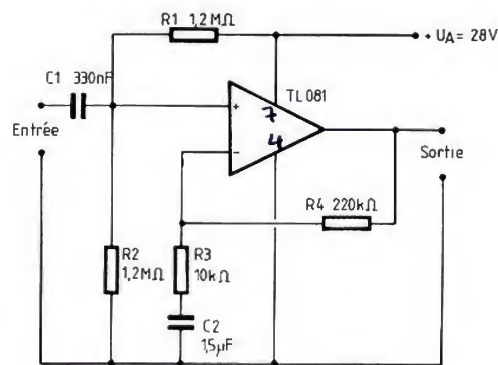

Fig. 6. – Modification du schéma de la figure 1 avec notamment un gain de 23 et une amplitude de sortie de 20 V crête à crête.
3. Une amplitude de sortie de  $20 \text{ V}$  crête à crête sur  $50 \text{ kHz}$ . La figure 6 présente le nouveau schéma. On remarque :